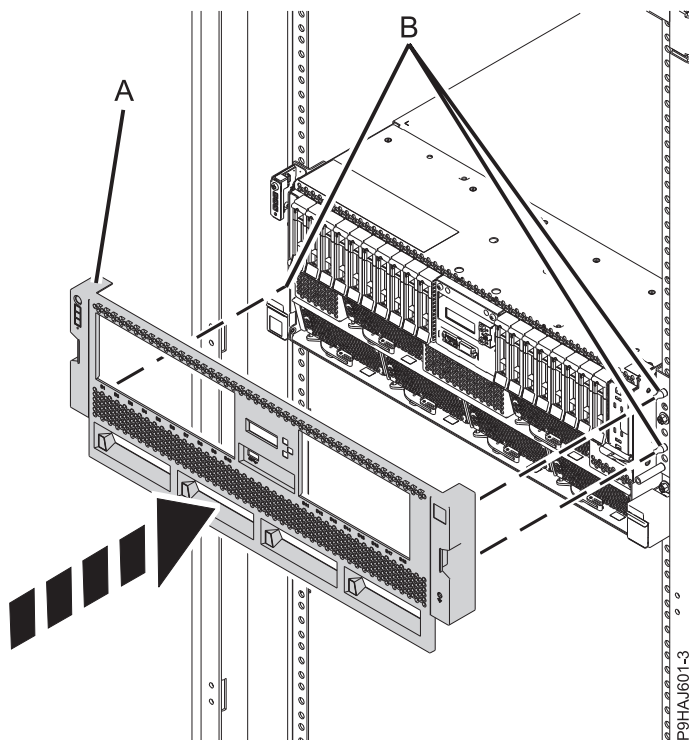

Figure 22. Installation du capot avant
2. Pour un système monté en armoire, poussez délicatement le capot avant (A) jusqu'à ce qu'il soit en place. Le capot est doté de renforcements permettant de le tenir plus facilement. Utilisez les broches d'alignement (B) pour fixer le capot sur le système comme illustré dans la figure 22, à la page 40.